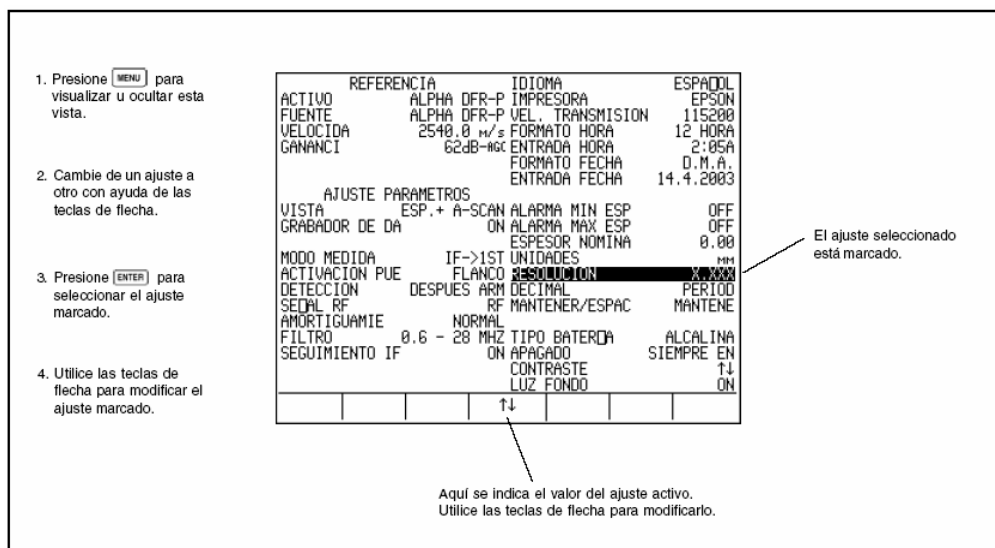

Figura 3-3 Modificar los ajustes del aparato
Antes de poder comenzar a medir espesores de pared, primero tiene que llevar a cabo algunos o todos los siguientes ajustes. Utilice para ello la visualización del Menú, Figura 3-3.
Paso 1: Presione **MENU** para acceder a la visualización del Setup (ver Figura 3-3).
- Paso 1: Presione **[MENU]** para cambiar a la visualización del Menú (Ver Figura 3-3).